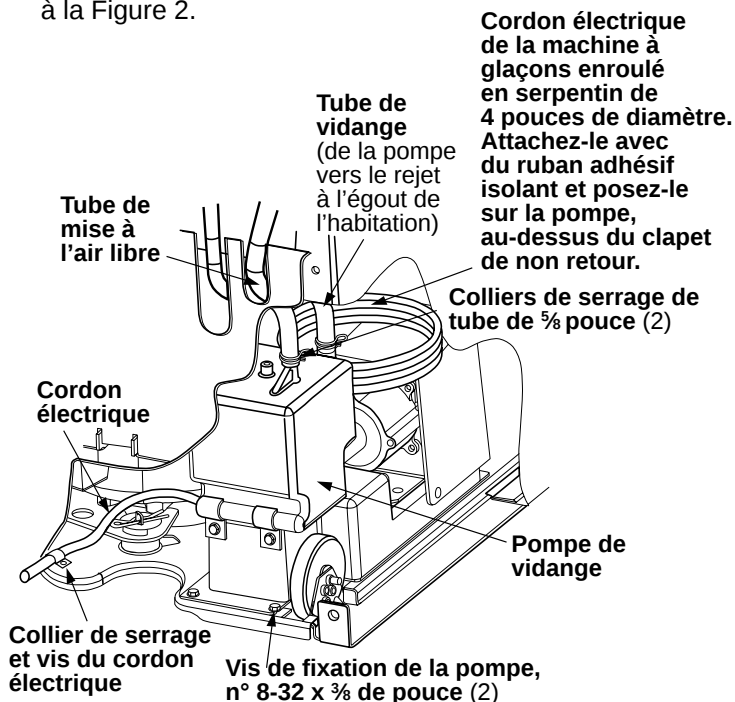

Figure 2
7. Enroulez le cordon électrique de la machine à glaçons en un serpentín de 4 pouces de diamètre. À plusieurs endroits, attachez le cordon électrique avec du ruban adhésif isolant pour le garder enroulé. Posez le cordon électrique enroulé en serpentín sur la pompe, au-dessus du clapet de non retour, puis branchez-le dans la prise de la pompe de vidange. Reportez-vous à la Figure 2.
8. Attachez le tube de vidange de 3/8 de pouce de dia. int. x 10 pieds sur la sortie du clapet de non retour de la pompe à l'aide du collier de serrage de 5/8 de pouce. Reportez-vous à la Figure 2. Utilisez le lien métallique comme collier réducteur de tension et fixez solidement le tube de vidange de l'habitation à l'échangeur de chaleur.
11. Alignez les deux (2) trous des vis à l'arrière de la pompe. Utilisez les deux (2) vis n° 8-32 x 3/8 de pouce fournies. Reportez-vous à la Figure 2.
12. Attachez le cordon électrique de la pompe de vidange sur la base de la machine à glaçons avec le collier et la vis de mise à la terre utilisés pour attacher le cordon électrique de la machine à glaçons à l'étape 6. Reportez-vous à la Figure 2.